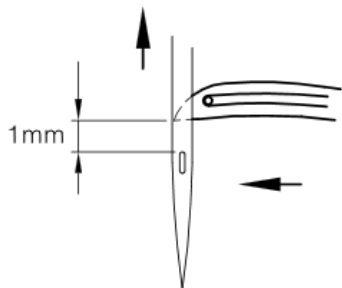

Fig. 29
1. Когда игла находится в самой левой точке, она должна находиться в положении «0» (рис.27). Когда петлитель движется справа налево и останавливается на задней стороне иглы, он должен находиться на расстоянии 1 мм от верха игольного отверстия. (Рис.29)